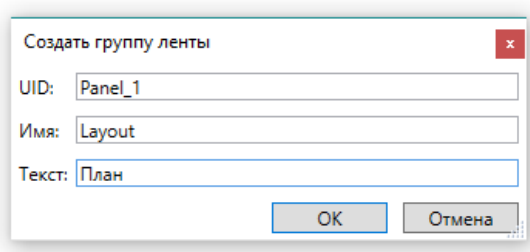

Рис. 13. Диалоговое окно создания группы ленты
2. В диалоге Создать группу ленты (рисунок 13) заполнить параметры, нажать ОК.